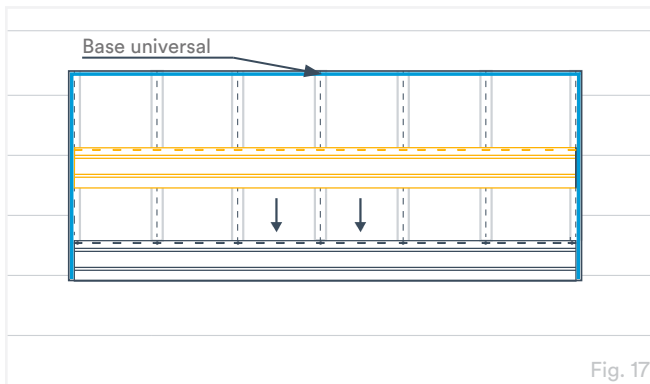

Fig. 17
1. Coloque un panel sobre el panel instalado anteriormente, alineando los extremos de ambos paneles (Fig. 17).